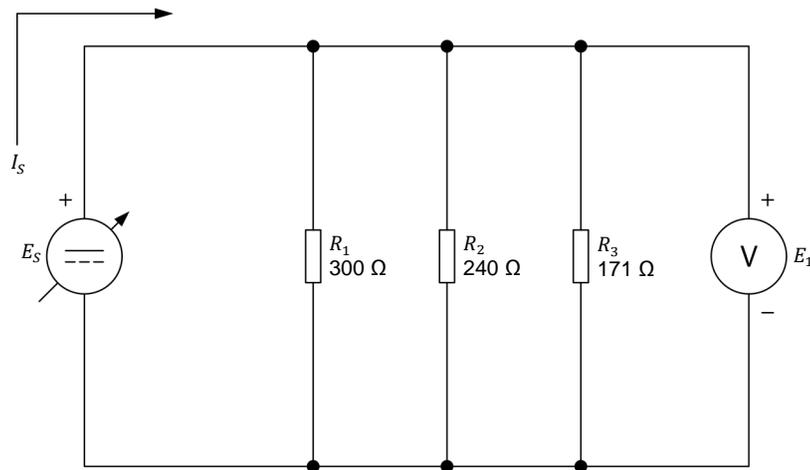

Figure 20. Déterminer la résistance équivalente de résistances connectées en parallèle.
10. Montez le circuit en parallèle montré dans la figure 20. Pour obtenir l'arrangement de résistances dans la figure 20, effectuez la ou les connexion(s) et réglage(s) des commutateurs nécessaire(s) sur le module **Charge résistive**.
11. Calculez la résistance équivalente ($R_{Eq.}$) des résistances en parallèle R_1 , R_2 et R_3 dans la figure 20.
3. Reportez-vous à la figure 20. Si les résistances R_1 , R_2 et R_3 ont chacune une valeur de 100Ω , quelle est la résistance équivalente $R_{Eq.}$?